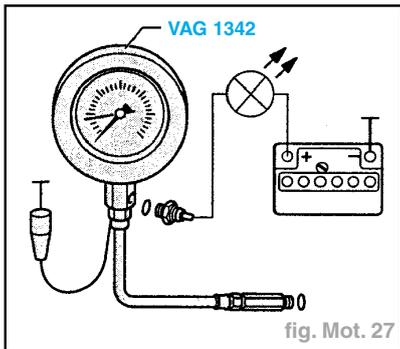

fig. Mot. 27
- Déposer le contacteur de pression d'huile (F1) et le visser dans l'appareil de contrôle (fig. Mot. 27).